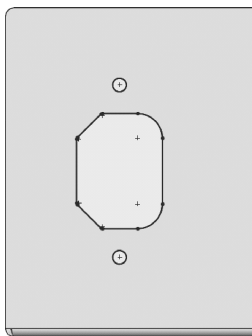

图 14-20 绘制草图 1
4) 单击拉伸实体的左表面, 使其成为草图绘制平面。单击【标准视图】工具栏中的 $\uparrow$ (正视于) 按钮, 并单击【草图】工具栏中的 $\square$ (草图绘制) 按钮, 进入草图绘制状态。使用【草图】工具栏中的 --- (直线)、 --- (圆弧) 工具, 绘制如图 14-20 所示的草图。单击 $\square$ (退出草图) 按钮, 退出草图绘制状态。